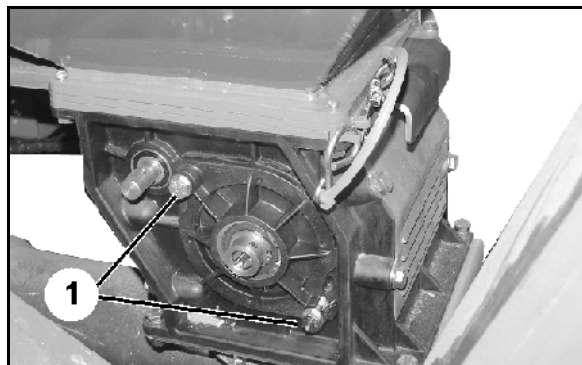

Рис. 10
3. Ослабьте два винта (Рис. 10/1), но не отвинчивайте.